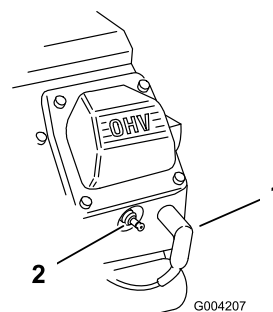

Figura 31
3. Desconecte los cables de las bujías (Figura 31).
3. Conecte los cables a las bujías (Figura 31).